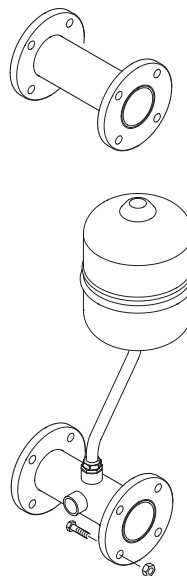

Fig. 6
**(debe solicitarse por separado) (fig. 6)**